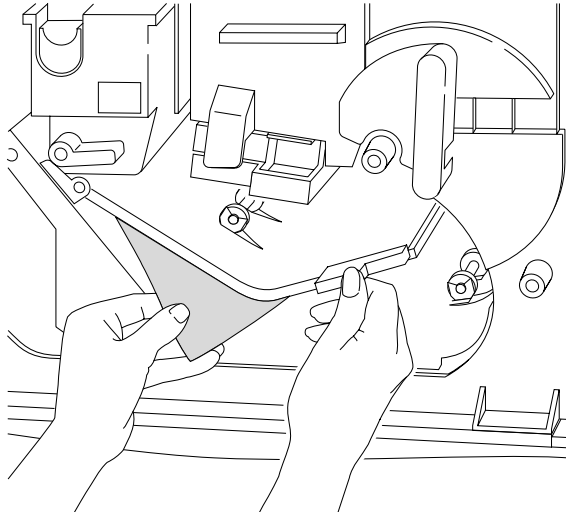

Abbildung 3-55 Beheben eines Papierstaus im Duplex-Pfad
3. Nehmen Sie das Papier wie in Abbildung 3-55 gezeigt heraus, und schließen Sie die Tür.